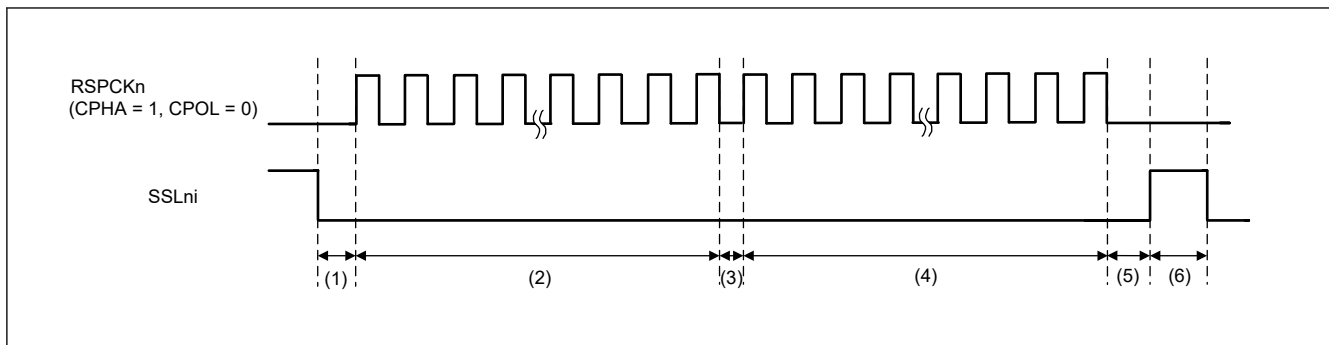

図 30.58 SSLKP ビットを利用したバースト転送の動作例 (BFDS = 1, SPFRF = 0)
図 30.58 に、SPCMD0 および SPCMD1 レジスタの設定値を使用してバースト転送を実現した場合の SSLni 信号の動作例を示します。以下では、図 30.58 に示す (1)~(6) の SPI の動作内容について説明します。SSLni 出力信号の極性は、SPCR3.SSLnP (n = 0~3) ビットの設定値で決まります。